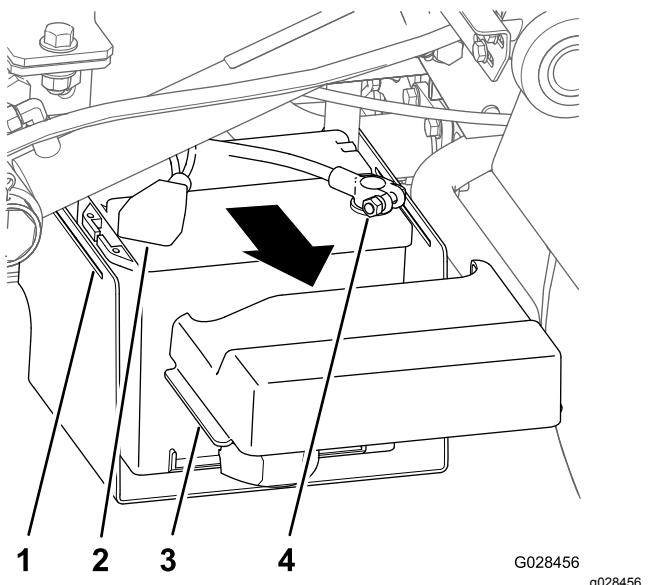

Figura 22
1. Stringete i lati del coperchio della batteria per liberare le linguette dalle fessure nella cassetta della batteria, quindi rimovete il coperchio della batteria dalla cassetta della batteria stessa (Figura 22).
2. Fate scivolare il cappuccio all'indietro e scollegate il morsetto negativo dalla batteria (Figura 22).
3. Scollegate il morsetto positivo dalla batteria (Figura 22).